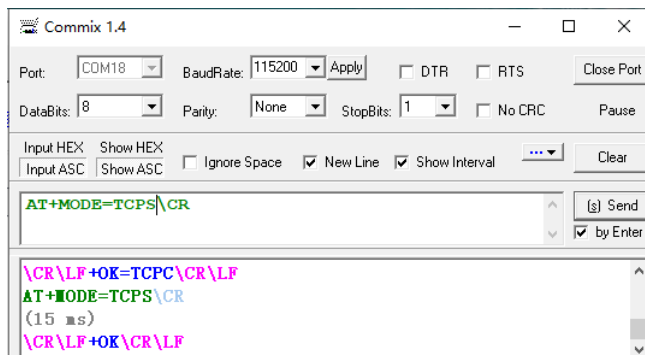

图 6-17 设置 TCP Server 模式 AT 指令
1) 将模块设置为 TCP Server 模式，目标端口设置为 60000。可通过 AT 指令和网页两种方式进行设置，以 AT 指令设置为例，如图 6-17 所示。具体 AT 指令模式进入操作请参考，AT 指令集部分。
2) 如图 6-17 所示，收到 “+OK”表明模块设置 TCP Server 模式完成。然后退出 AT 指令模式，程序自动返回透传模式。